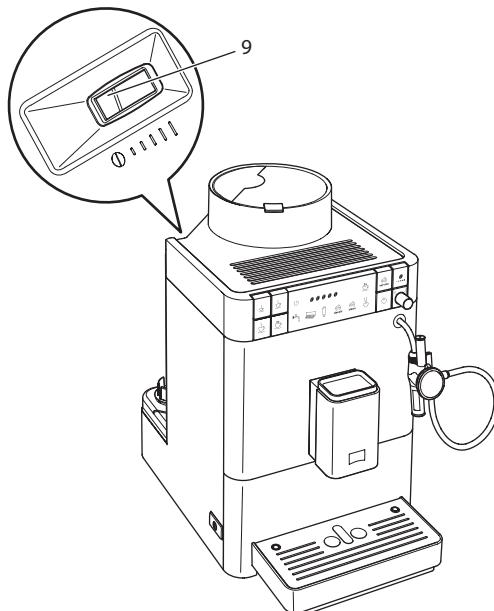

Fig. 13: Levier de réglage de la finesse de la mouture
2. Placer le levier vers la gauche ou la droite comme illustré à la Fig. 13.